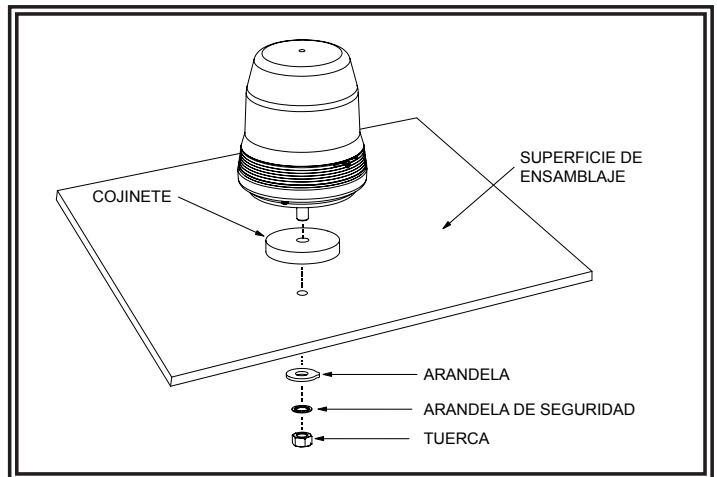

FIGURA 3
6. Ensamble la baliza usando el orificio en el paso 4. Asegure la unidad usando los accesorios previamente retirados. Como se muestra en la FIGURA 3.